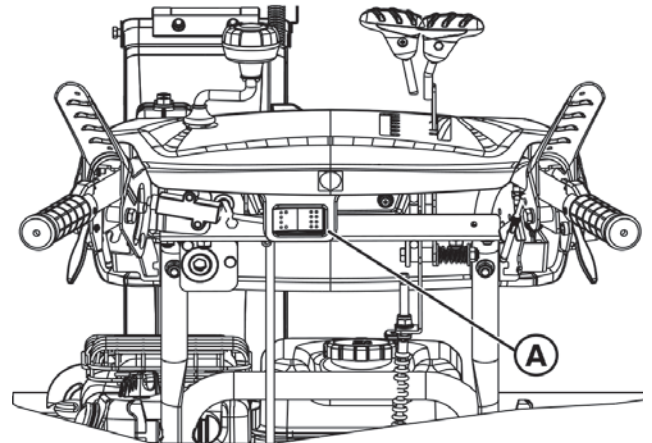

Рис. 15
1. Активируйте подогрев рукояток с помощью переключателя (А, Рис. 15).